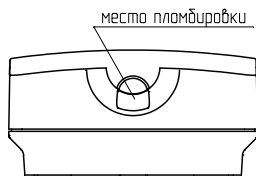

Рисунок 5
6.13 Конструкция извещателя предусматривает возможность его пломбирования (см. рисунок 5) любым пластичным, легко разрушаемым, материалом.